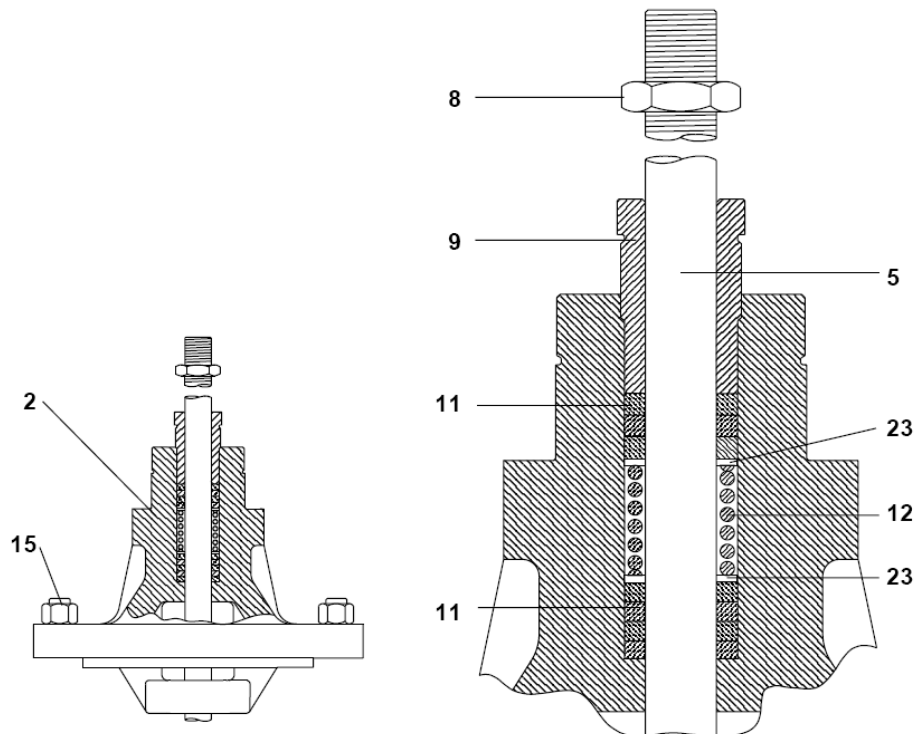

Fig. 4
4.2.2 Vervangen van de klepsteel(zie Fig.4, 5 en 6)
4.2.3 Vervangen van de klep, klepsteel en zittingen bij mengkleppen (zie fig. 4 en 7)
4.2.4 Vervangen van de klep, klepsteel en zittingen bij verdeelkleppen (zie fig. 4 en 8)